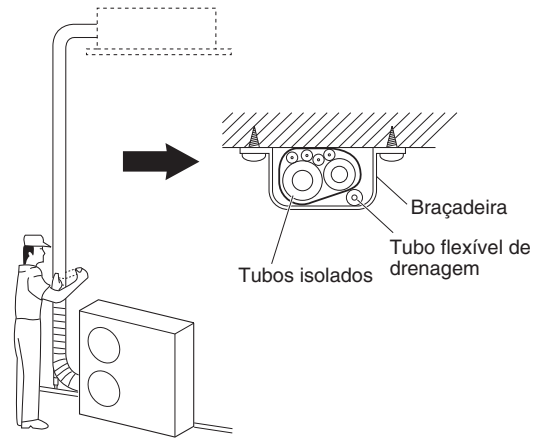

Fig. 5-9
- (1) Agora, os tubos de refrigerante (e instalação eléctrica, se as normas locais permitirem) devem ser isolados juntos com fita de blindagem em 1 fardo. Para evitar o transbordamento da condensação no recolhedor de drenagem, mantenha o tubo flexível de drenagem separado da tubagem de refrigerante.
- (2) Enrole a fita de blindagem desde o fundo da unidade exterior até ao topo da tubagem onde a mesma entra na parede. À medida que enrola a tubagem, sobreponha a metade de cada volta de fita.
- (3) Prenda o fardo de tubagem na parede, utilizando 1 braçadeira aproximadamente cada metro. (Fig. 5-9)